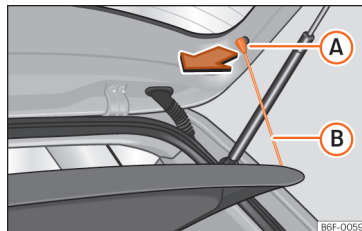

Fig. 167 În portbagaj: demontarea și montarea raftului depozitare spate.
- Detașați chingile » **fig. 167 (B)** din cârlige **(A)**.
- Atașați chingile de fixare » **fig. 167 (B)** pe hayon.